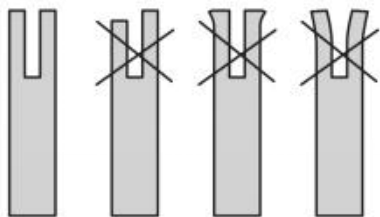

Fig. 72
5. Compruebe el desgaste del 'riel' de la barra guía: Sostenga una regla (borde recto) contra el costado de la barra guía y las 'placas laterales del cortador'. Si hay un espacio entre la regla y la barra guía, el 'riel' de la barra guía es normal. Si no hay espacio (la regla está al ras contra el costado de la barra guía), el 'riel' de la barra guía está desgastado y necesita ser reemplazado por uno nuevo del mismo tipo (Fig. 72).